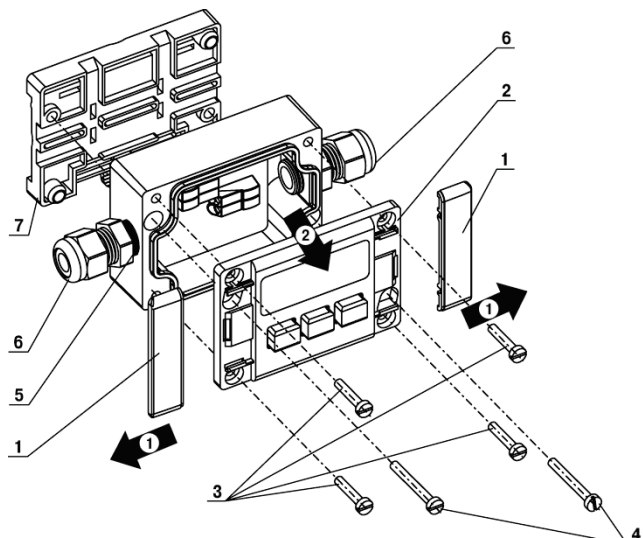

Рисунок 2 – Монтаж прибора
2. Снять декоративные крышки (1) по стрелкам 1 (рисунок 2).
3. Снять переднюю панель корпуса (2) по стрелке 2, отвинтив четыре винта М3х16 (3) (рисунок 2).
4. Установить гермовводы через уплотнительное кольцо (5) из комплекта поставки, не затягивая гайки (6). Если подключение производится только с одной стороны, один из гермовводов заменить заглушкой из комплекта поставки.
6. Установить панель (2) обратно и закрепить ее винтами (3).
7. Закрепить прибор на кронштейне (7) с помощью двух винтов М3х14 (4) либо прикрепить прибор саморезами Ø2.9х19 к стене через отверстия для винтов (4).
8. Одеть крышки (1) до щелчка.